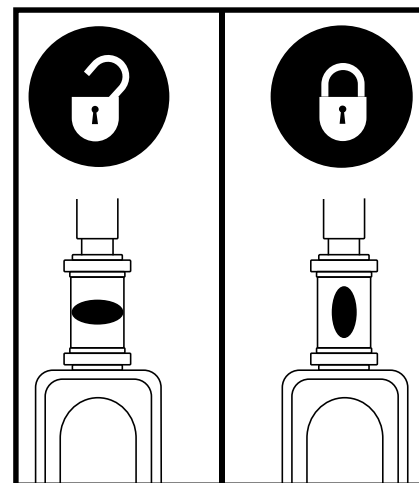

Abb.18. Lenkersicherungshebel
1. Schlüssel aus dem Schlüsselschalter entfernen und Justieren Sie den Lenker in eine gerade Position, indem Sie den Lenkersicherungshebel eindrücken und gleichzeitig 90° im Uhrzeigersinn drehen. **Siehe Abb. 18.** Das Vorderrad muß nach vorne gerichtet sein, um den Lenker festzustellen.
6. Entsichern Sie das Vorderrad, indem Sie den Lenkersicherungshebel 90° gegen den Uhrzeigersinn drehen. **Siehe Abb. 18.**